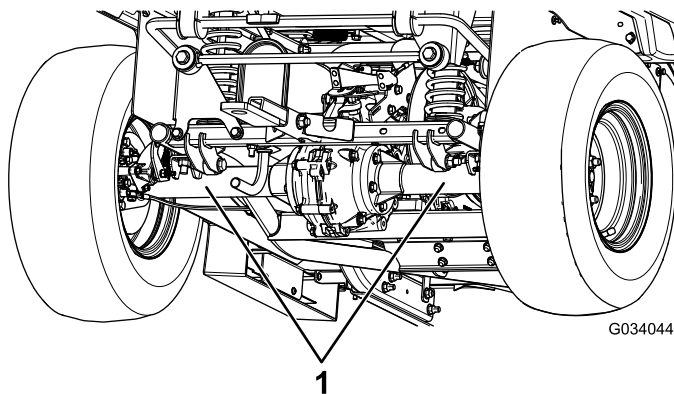

Figure 23
- Le point de levage arrière de la machine est situé sous les tubes d'essieu (Figure 23).